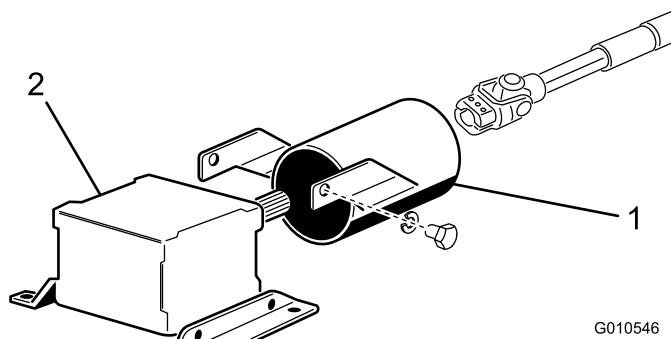

Bild 7
1. Entfernen Sie die zwei Kopfschrauben und Sicherungsscheiben, mit denen die Befestigungshalterungen der Schutzvorrichtung für die Zapfwelle am Getriebe befestigt sind (Bild 7).
2. Schieben Sie die Schutzvorrichtung der Zapfwelle auf die Zapfwelle, bringen Sie die Schutzvorrichtung so an, wie in Bild 7 dargestellt.